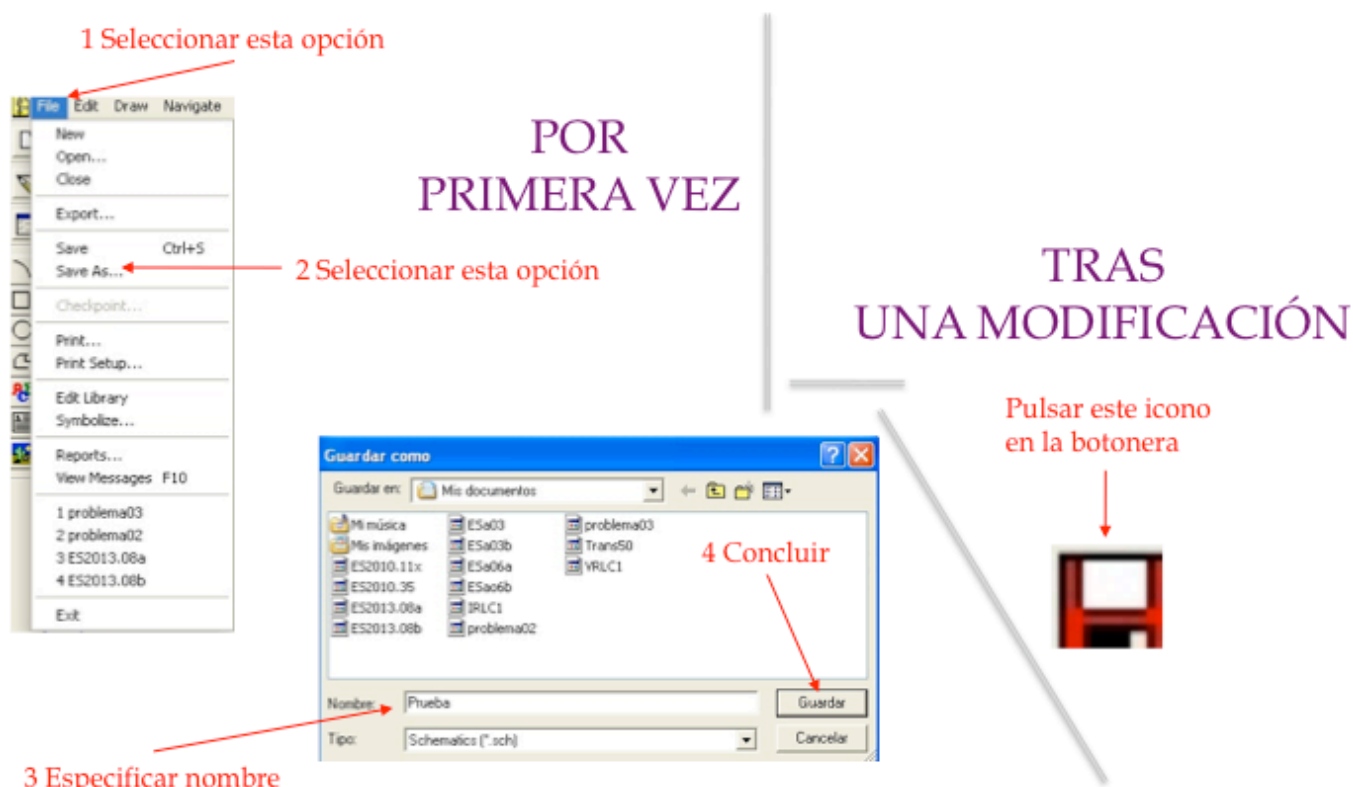

Figura I.3. Proceso de almacenamiento del fichero correspondiente a un circuito.
- El segundo bloque es el relativo a la definición de las condiciones del análisis que se desea realizar (tipo de análisis, rango de variación de la variable); en ciertos casos también almacena los resultados del análisis. Para que pueda realizarse cualquier análisis, el circuito, una vez definido o modificado, ha de ser almacenado en un fichero (el mismo en el que ya se encontraba si la operación realizada ha consistido únicamente en una modificación). El proceso de almacenar un circuito por primera vez consta de los siguientes pasos (véase la figura I.3):
- Se abre automáticamente un cuadro de diálogo, en el que el usuario indica el Nombre que desea utilizar para designar el nuevo circuito; en el ejemplo mostrado en la figura I.3 el nombre elegido es *Prueba*. Obsérvese que no es necesario añadir al nombre una terminación indicativa del tipo de archivo; dicha terminación, que es de la forma **.sch**, es añadida automáticamente por el programa.
Cuando lo que se pretende es almacenar un circuito dado en el que se ha efectuado una modificación, basta con pulsar el icono correspondiente, que se muestra en la figura I.3.